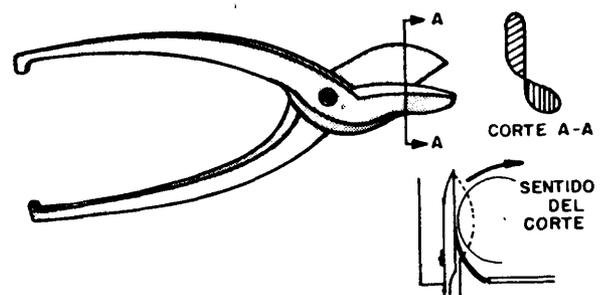

Fig. 4
b) Tijera de corte curvo para la derecha (fig. 4).